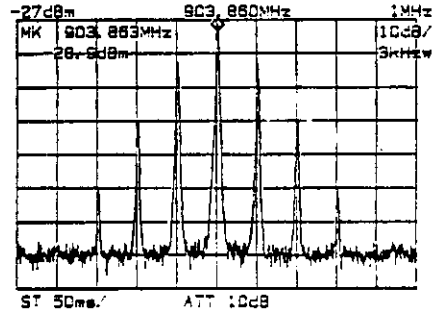

図 4-14 変調周波数が高いFM波の測定
手順④ マーカを搬送波のピークに置き、このときのマーカ周波数をメモしておきます (図 4-14)。